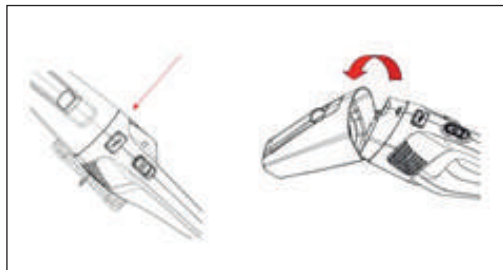

Рис. 4
- Выключите пылесос, нажав на клавишу Выкл./Выкл. и извлеките вилку сетевого шнура из электрической розетки. Держась за ручку, нажмите на кнопку фиксатора и снимите контейнер-пылесборник (Рис. 4).